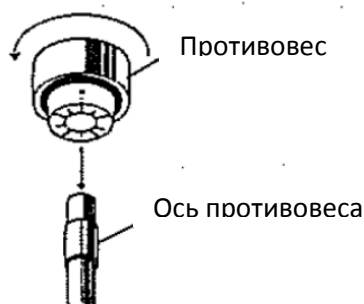
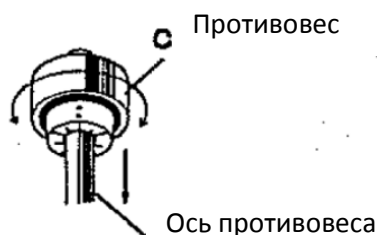

Рис.7.
Рис.8.
4. Двигайте противовес на ось, расположенную на задней части тонарма, и вращайте его вперед как показано на Рис. 7, пока этот противовес не станет на направляющую бороздку оси. (см. Рис. 8). Регулировка будет следовать позже.